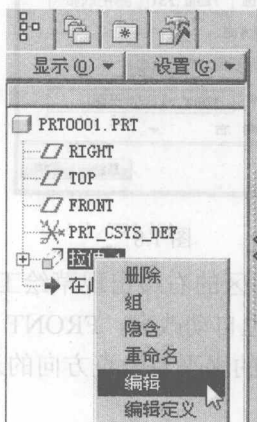
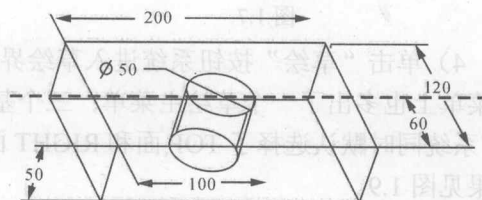
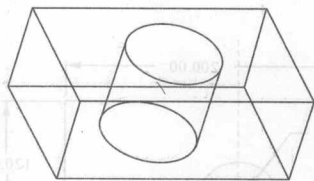

图 1.12
图 1.13
图 1.14
1) 在模型树中选中刚建立的拉伸特征, 再单击右键, 得到如图 1.12 所示的即时菜单, 选择“编辑”项, 或者双击刚建立的拉伸特征, 都可以得到如图 1.13 所示的结果, 双击图中的尺寸就可以修改尺寸, 把直径 50、深度 50 分别修改为 80, 再单击 ☒ 按钮, 零件就按新的尺寸重新生成, 结果见图 1.14。